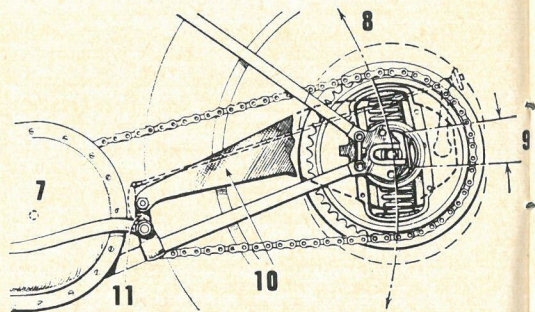

FIG. 2
Perspektivtegning af Triumph's fjedernav. Selve navet, der har en diameter på 228 mm, er støbt i letmetal og forbundet med tælgen med almindelige tråde. Midt på bagakslen (der er fastspændt i stellet) sidder en hul stålblok (1) med firkantet tværsnit og svagt krummet længdesnit (se fig. 2). Den omslutter to sæt skruefjedre, der begge støtter mod bagakslen. Det øverste består af en enkelt fjeder til optagelse af hjulets nedslag, og det nederste af to koncentriske fjedre, der bærer den egentlige belastning. Fjedrenes yder-ender støtter mod et todelt letmetalhus (4) der (med glidepasning) sammenboltes om (1), så man får to plane føringer, der hindrer hjulet i at kæntré. Der er ingen rigtige dæmpere, men et par gummibuffer (5) tager smækket, når fjedrene går i bund (eller top). Hvert af letmetalhusets halvparter er støbt i ét med en stor hul akseltap, der fra ydersi-den bærer bagnarvets kuglelejer, hvis yder-ringe er indpresset i letmetaldæksler boltet til navtromlen. Inden i de hule akseltappe sidder et par svagt krummede stållinealer (3), der glider på firkantede blokke (2) på bagakslen og på denne måde sikrer en cir-kulær affjedringsbevægelse med konstant kæ-delængde som vist på fig. 2. Et par gum-mimembraner (6) tætnet navet udadtil, så det kan holde på en passende smøremiddel-tyldning.